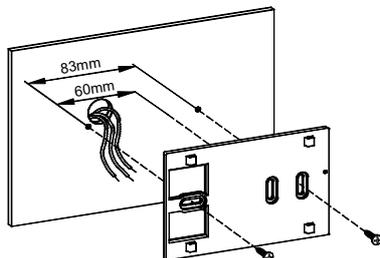

Fig. 5
- 5** Fixer la plaque postérieure sur le mur ou sur la boîte de dérivation de 2 ou 3 modules par deux vis d'inter-axe 60mm ou 85 mm dans les trous prévus à cet effet. Faire attention aux câbles qui doivent passer dans la rainure comme indiqué en Fig. 5.